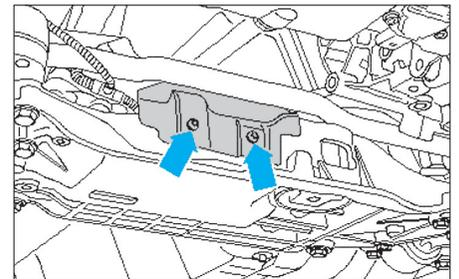

Fig. 6
- la tôle de protection de direction assistée (Fig.6).